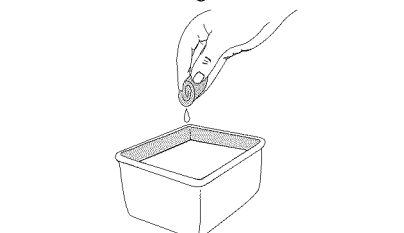

Fig. 14
3. Lave el filtro con agua y detergente (Fig. 14). Enjuague bien el filtro. Escorra el exceso de agua. Déjelo secar por completo.